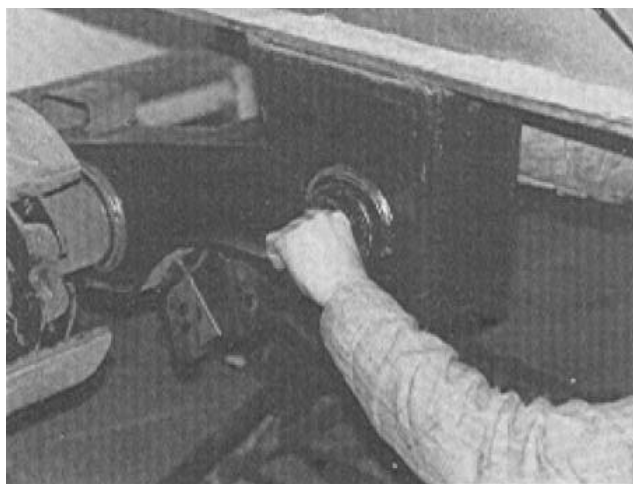

Figura 14
7. Instale una de las arandelas planas y las rondanas de alineación concéntricas en el tornillo pivote. Deslice el ensamble a través de la percha por el lado interno hasta que la rondana concéntrica descanse en la percha. Repita el paso en el lado opuesto. Ver Figura 14.